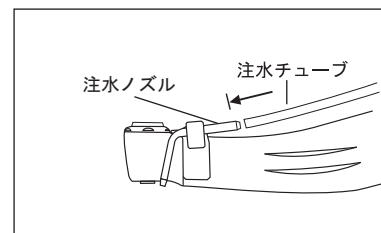
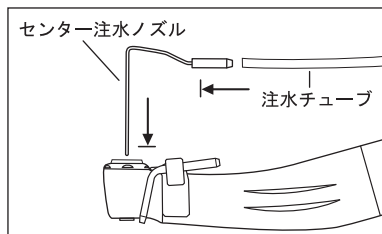

図8
図9
注水ノズルに注水チューブを奥までしっかり挿し込みます。（図8）
- センター注水ノズルに注水チューブを奥までしっかり挿し込みます。（図9）
- センター注水ノズルをヘッドの後部にある穴に挿し込み、注水ノズルの溝に取り付けます。（図9）
- 二分岐注水チューブをセンター注水ノズルおよび注水ノズルに図8、図9を参照してそれぞれ挿し込みます。